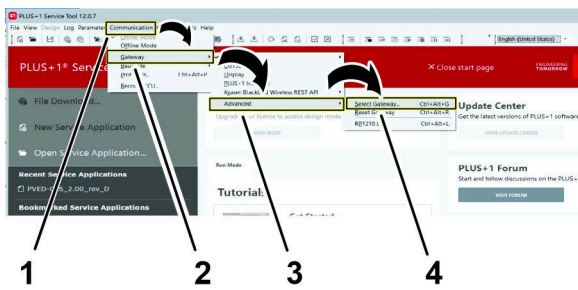

Figure 39
6. Dans le ruban de commandes, cliquez sur le bouton Communication (Figure 39).
7. Dans le menu déroulant Communication, cliquez sur le bouton Passerelle (Figure 39).
8. Dans le menu déroulant Passerelle, cliquez sur le bouton Avancé (Figure 39).
9. Dans le menu déroulant Avancé, cliquez sur le bouton Sélectionner une passerelle... (Figure 39).